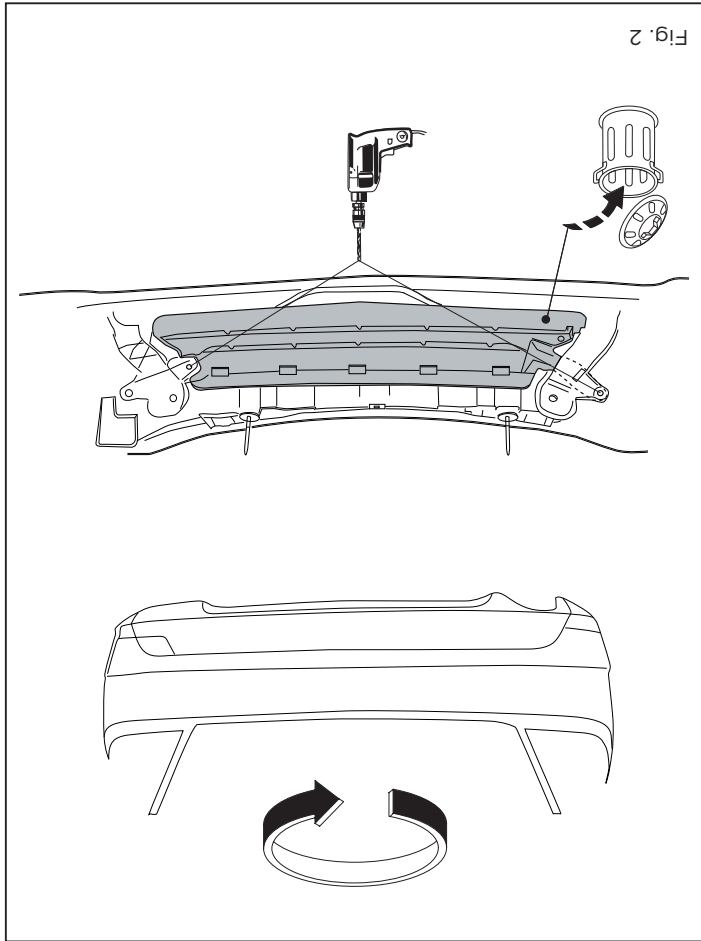

Fig. 2
2. Remove the part indicated. See figure 2 and 3.
2. Den angegebenen Teil abmontieren. Siehe Abbildung 2 und 3.